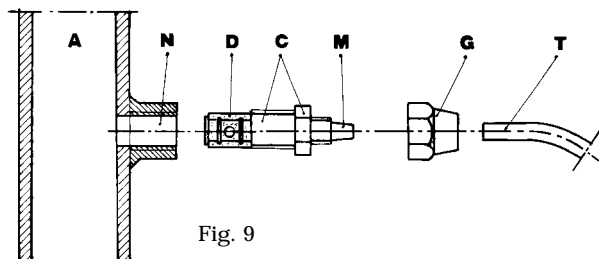

Fig. 9
g. - Applicare sulla condotta dell'impianto da trattare, nel punto più idoneo per effettuare l'iniezione del prodotto da dosare, un raccordo da 3/8" gas femmina. Tale raccordo è escluso dalla fornitura. Avvitare la valvola di iniezione nel raccordo utilizzando come guarnizione del Teflon Fig. 9. Connettere il tubetto all'attacco conico della valvola d'iniezione e bloccarlo con l'apposita ghiera G. La valvola di iniezione è anche valvola di non ritorno.
#### DI INIEZIONE Fig. 9